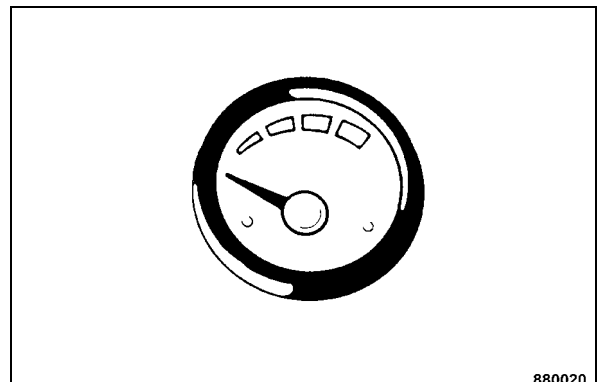

Fig. 126
- Vérifier le niveau de remplissage du réservoir d'eau à l'indicateur de la réserve en eau (Fig. 126).